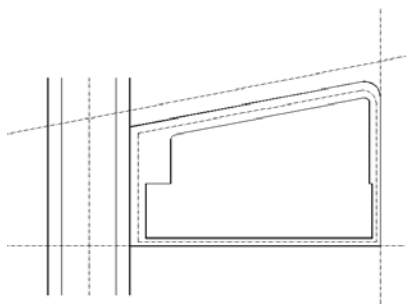

图 15.118 绘制出人行道边界线
(13) 执行多段线命令, 选择宽度为 300 沿辅助线绘制出城市道路的边界线。重复执行多段线命令, 选择宽度为 150 沿辅助线绘制出人行道边界线, 如图 15.118 所示。